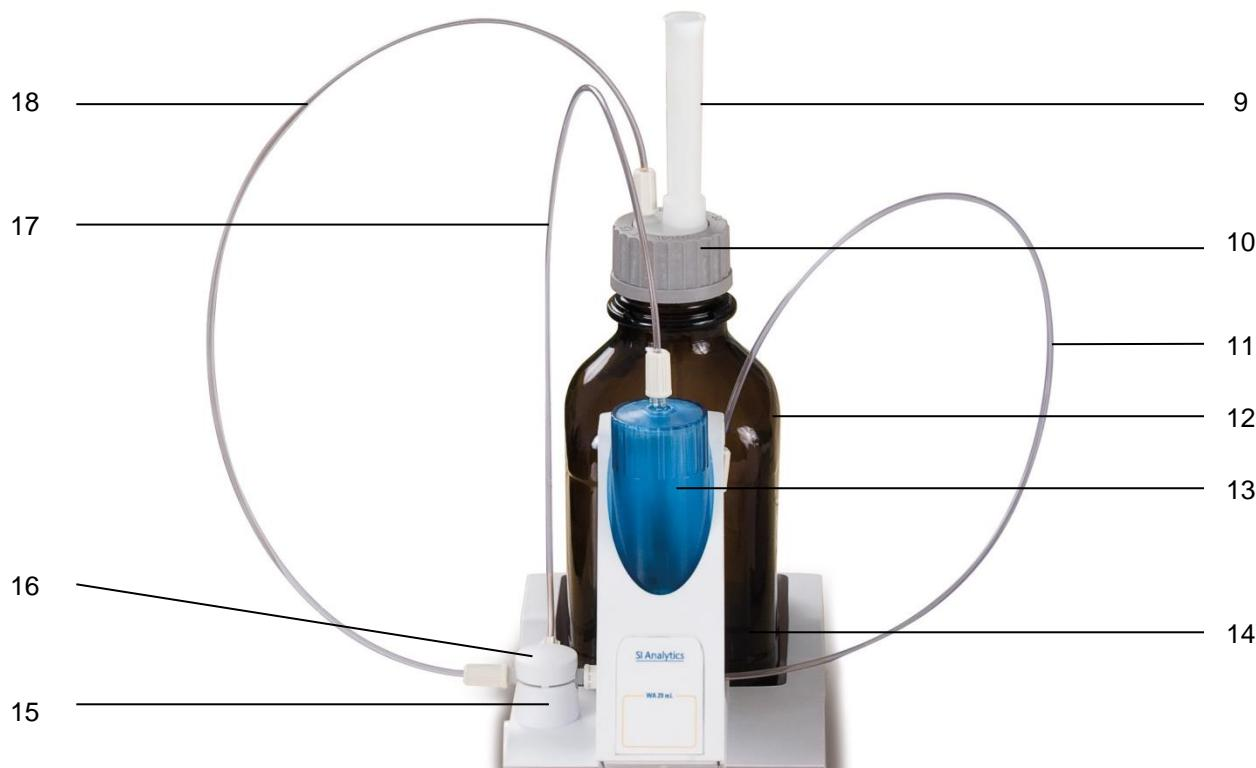

Fig. 15
La Fig. 15 muestra una unidad de intercambio completamente montada.
2. Tapar la válvula con la tapa, encajándola como se ve en la figura (Fig. 15).